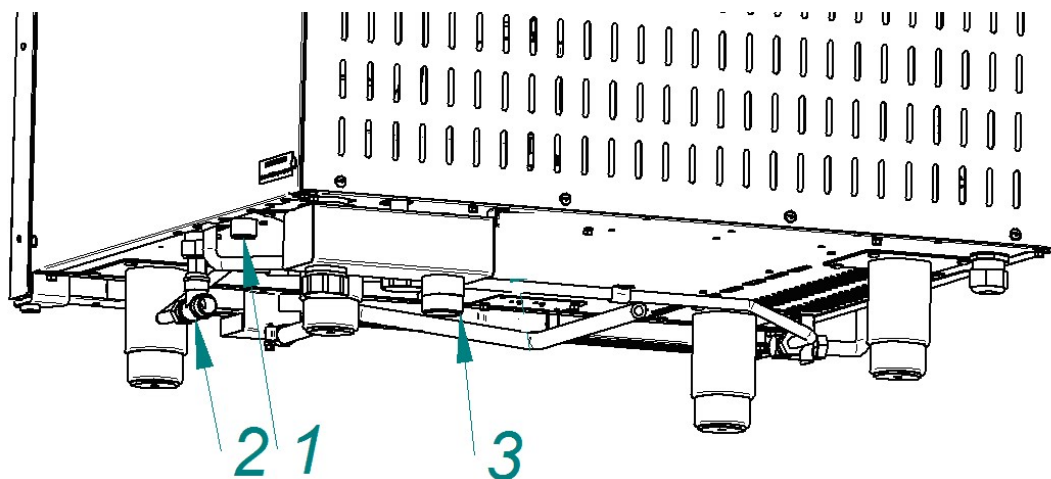
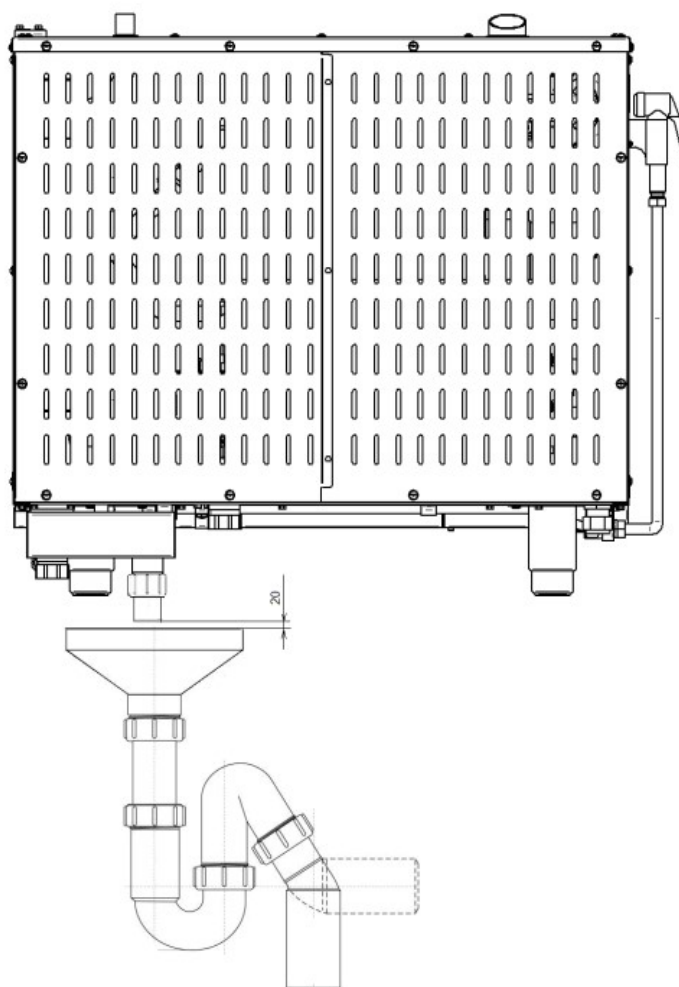

Рис. 4. Подключение к системе водоснабжения и канализации
Рис. 5. Подключение к системе канализации
- G3/4" (см. рис. 4 поз. 1 (наружная резьба)) – подача воды в духовку. Подключение выполнить только через водоумягчительную установку (водородно-ионного обмена). Рекомендуется использовать фильтр BRITA PURITY C300 Quell ST.
- G1/2" (см. рис. 4 поз. 2 (наружная резьба)) – подача воды на душевое устройство и охлаждение коробки слива. Допускается подключать к неподготовленной воде.
- подключить пароконвектомат к системе канализации через соединение резьбой G1¼ (рис.4 поз.3). Для подключения в комплект поставки входит труба гибкая K215. Подключение к канализации выполнить с разрывом струи не менее 20 мм от верха приемной воронки (см.рис.5) (СНиП 2.04. 01-85 п. 17.11).